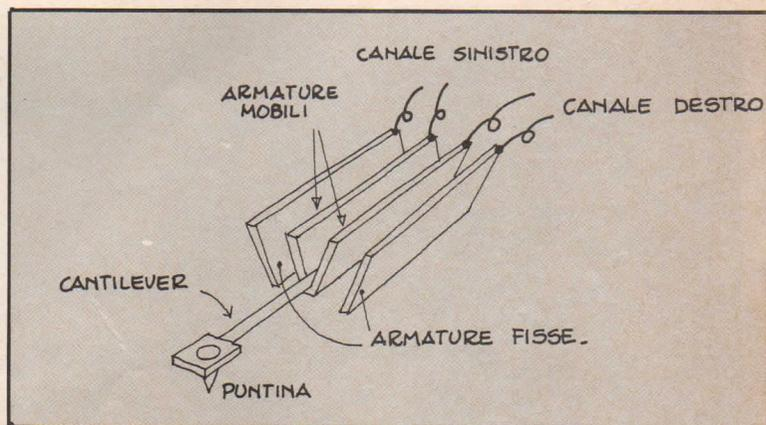

Fig. 12: Costituzione del pick-up «a condensatore».
2) *Pick-up «a condensatore»* (Fig. 12).